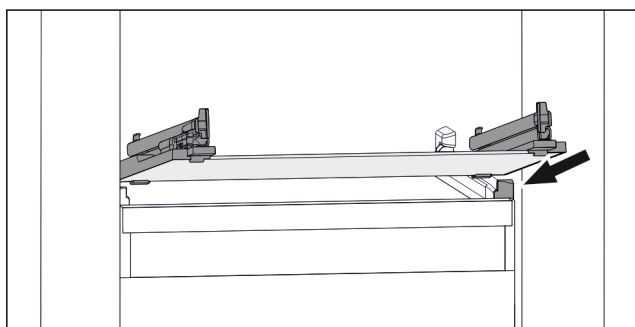

Fig. 109 Rappresentazione esemplificativa del ripiano in vetro
- Applicare il ripiano in vetro obliquamente dietro i fermi. (vedere Fig. 109)